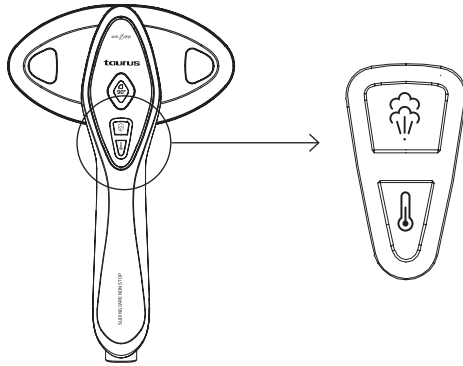

Fig.10
- El vaporizador puede ajustarse según las necesidades de planchado: al pulsar el botón, el cabezal gira 90 grados en sentido contrario a las agujas del reloj. (Fig 10)